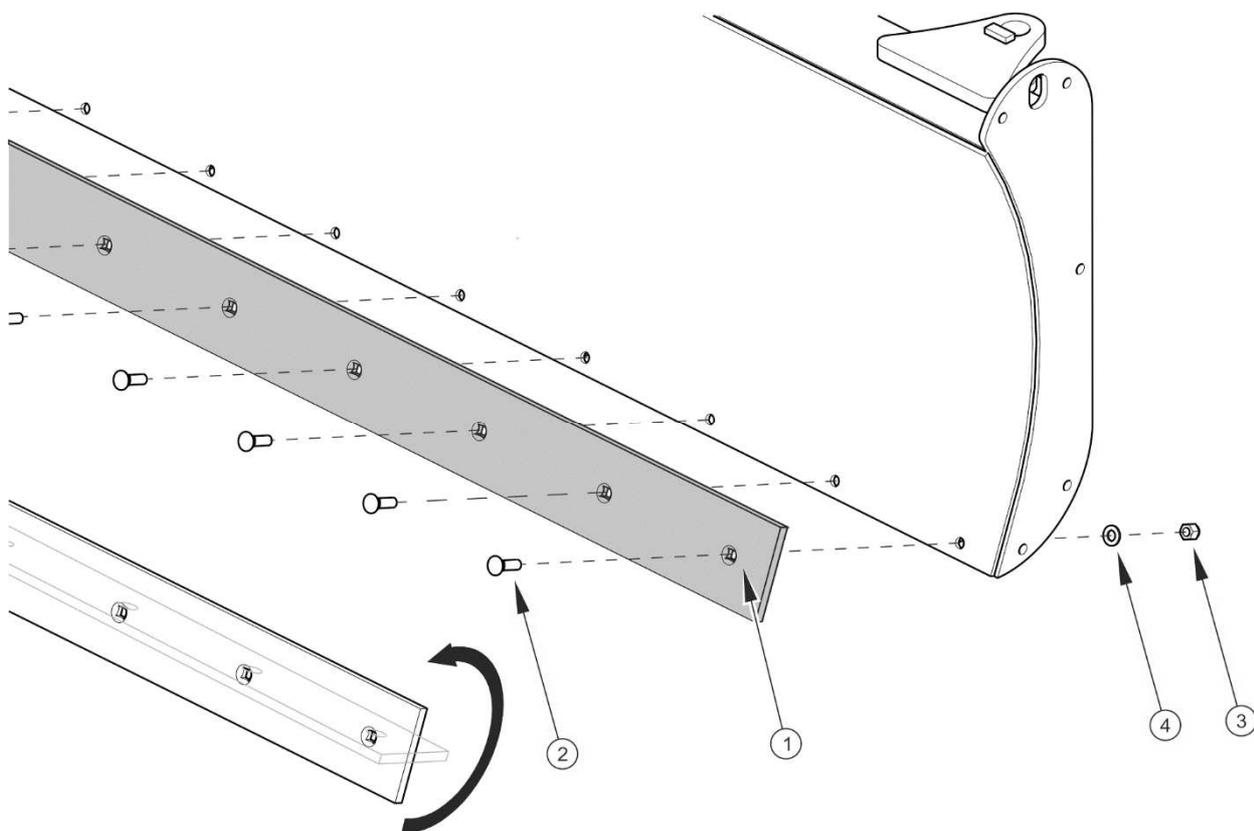

ABB. 5.1 Auswechseln der Planierleiste
(1) – Stahl-Planierleiste, (2) – Schraube Z M12x40; (3) – selbstsichernde Mutter M12;
(4) Unterlegscheibe 12
Um die Stahl-Planierleiste zu entfernen (ABBILDUNG 5.1) müssen die Muttern (3) abgeschraubt, die Unterlegscheiben (4) entfernt und die Schrauben (2) herausgenommen werden. Die Planierleiste kann um 180° gedreht werden, sodass die Vorder- und Rückseite der Leiste genutzt werden kann. Eine zu stark abgenutzte Planierleiste muss gegen eine neue ausgetauscht werden - (TAB. 5.1).